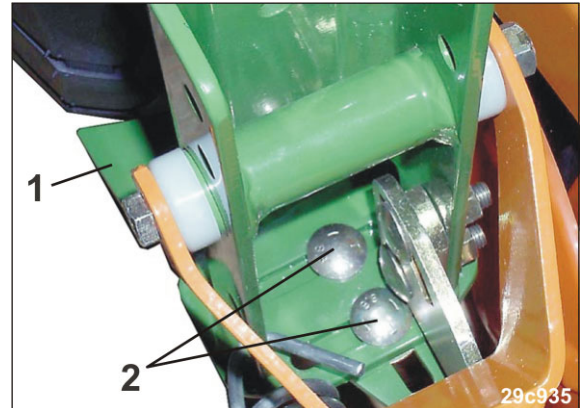

Fig. 232
1. Schrauben (Fig. 232/2) lösen.
2. Den Radabstreifer (Fig. 232/1) einstellen.